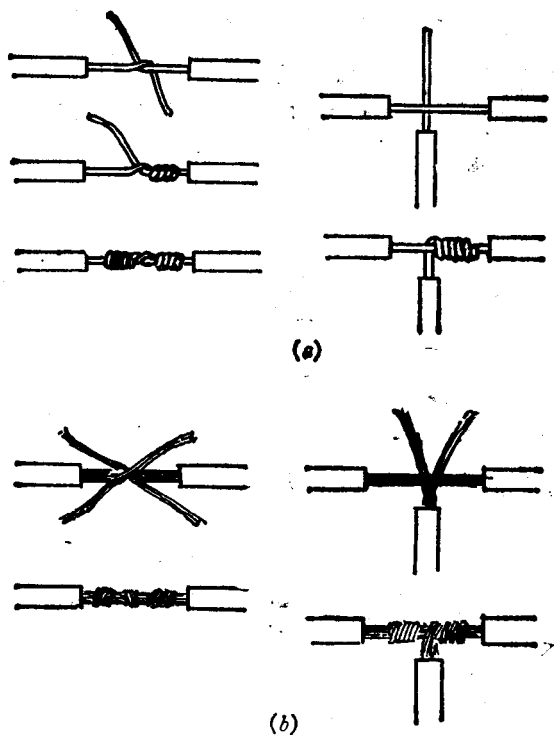

图 2
3. 正确连接电线的接头。首先应尽量减少接头,因为接头处有“接头电阻”,而且随着接头导线的老化和松动,电阻要增大。电阻一增大,该处温度必然上升,温度一升高,又进一步增大电阻。这样,就有可能在接头处发生火灾事故。接头越多,这种危险就越大。其次,要正确接好接头。接好接头的标准,就是要牢固和尽可能减少电阻。在接头时,应先把导线头上的绝缘物剥去3—6厘米,若露出的金属表面发暗,可用刀将其表面刮干净。导线连接时不能乱绕,单股导线和多股导线连接方法应按图2所示的样子绕结。连接好后,在外面用黑胶布紧紧缠好。要特别注意,不